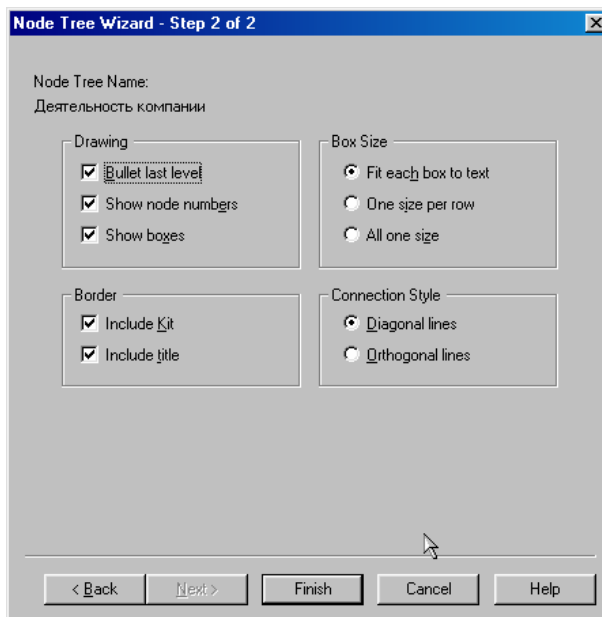

Рисунок 5.3 – Второе диалоговое окно гида *Node Tree Wizard*
3. Установите опции во втором диалоговом окне гида *Node Tree Wizard* (рисунок 5.3).